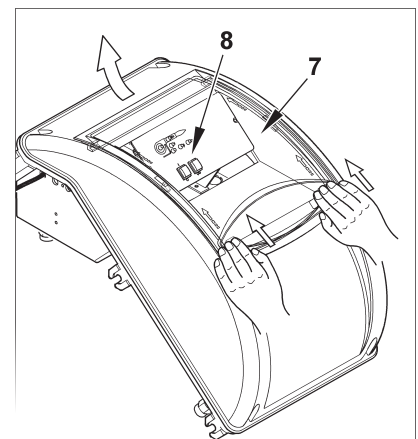

Figura 4
- 4) Para volver a cerrar la tapa del cuadro eléctrico, poner los 4 tornillos (1) ejercitando un par de apriete de aproximadamente 5 Nm para asegurar una correcta hermeticidad. Ahora, para acceder al panel de mandos (8), desenganchar la tapita transparente
(7), y con una ligera presión con las manos en la dirección que indican las flechas de la figura 4, hacer que se deslice un poco y separarla de la tapa.